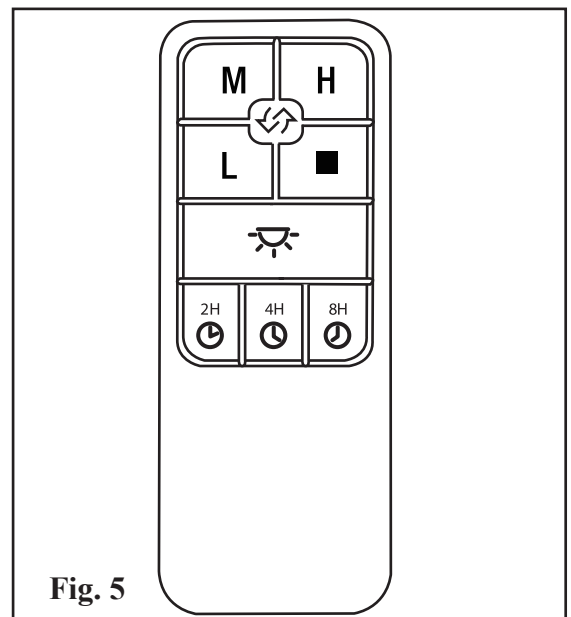

Fig. 5
A. Botones H, M y L: (Fig. 5)
A. Boutons H, M et L: (Fig.5)